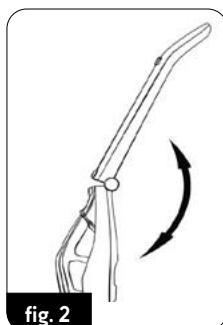

fig. 2
4. Dépliez la poignée (2) et verrouillez-la en position déployée (fig.2). La poignée peut être repliée en appuyant sur un bouton (3).